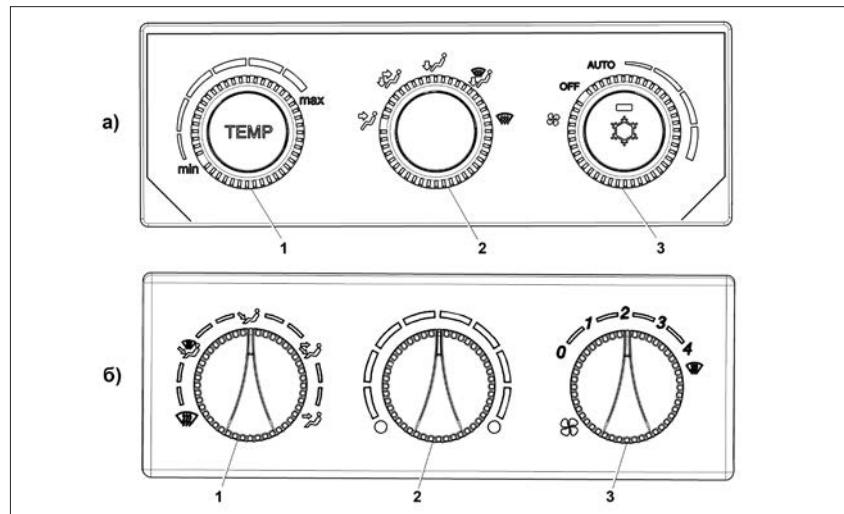

Рис. 69. Переключатели:
- 6 – поворотные переключатели системы автоматического управления климатической установки (**в вариантом исполнении** – системы автоматического управления отопителем), см. рис. 69;
8 – контроллер системы автоматического управления климатической установкой (рис. 69):
9 – контроллер системы автоматического управления отоплением (**в вариантом исполнении**), рис. 69б:
Управление распределением воздуха в салоне (рис. 69) имеет следующие обозначения:
- переключатель «1» (рис. 69б) установить в положение  для удаления запотевания или обмерзания;
- переключатель «1» (рис. 69б) установить в положение
Для размораживания стекол в холодное время года необходимо переключателем «2» (рис. 69б) установить максимальную температуру подаваемого воздуха и включить переключатель «3» в одно из минимальных положений, например, режим «1». По мере прогрева двигателя установите переключатель «3» в положения «2» или «3».